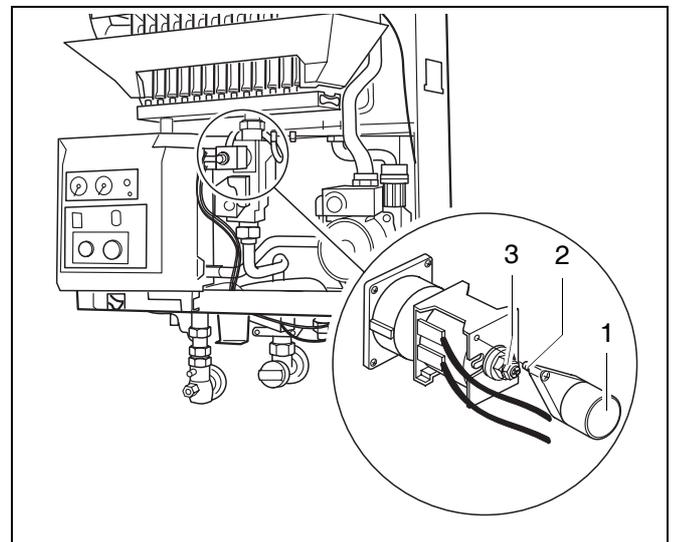

Fig. 51 Tarare la pressione minima e massima al bruciatore
- In caso di differenze togliere la calotta di protezione (fig. 51, pos. 1) dalla bobina di modulazione e tarare la pressione con una chiave da 9 mm (fig. 51, pos. 3).
- In caso di differenze togliere la calotta di protezione della bobina di modulazione (fig. 51, pos. 1) e tarare la pressione con il bullone esagonale per chiave da 7 mm